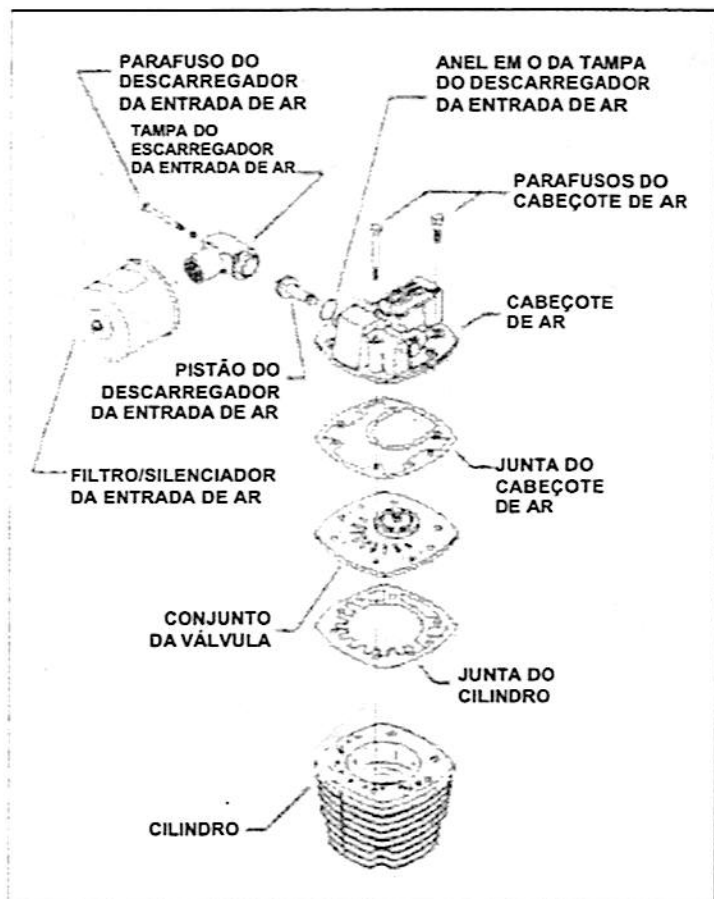

Figura 6-1. Conjunto de válvula e cabeça de ar típico
2. Consulte a figura 6-1. Desconecte e remova a tubulação do(s) descarregador(es) de entrada de ar. Remova o filtro/silenciador de entrada de ar da tampa do descarregador de entrada de ar.